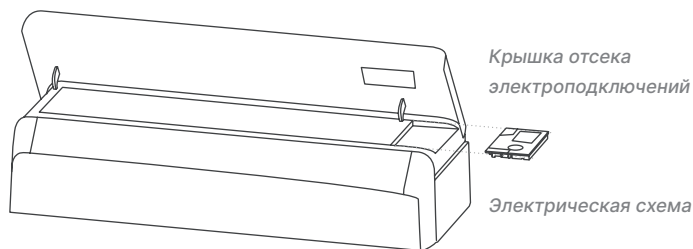

Рисунок 11 — Расположение отсека электроподключений
- С помощью отвертки снимите крышку отсека электроподключений (рисунок 11).